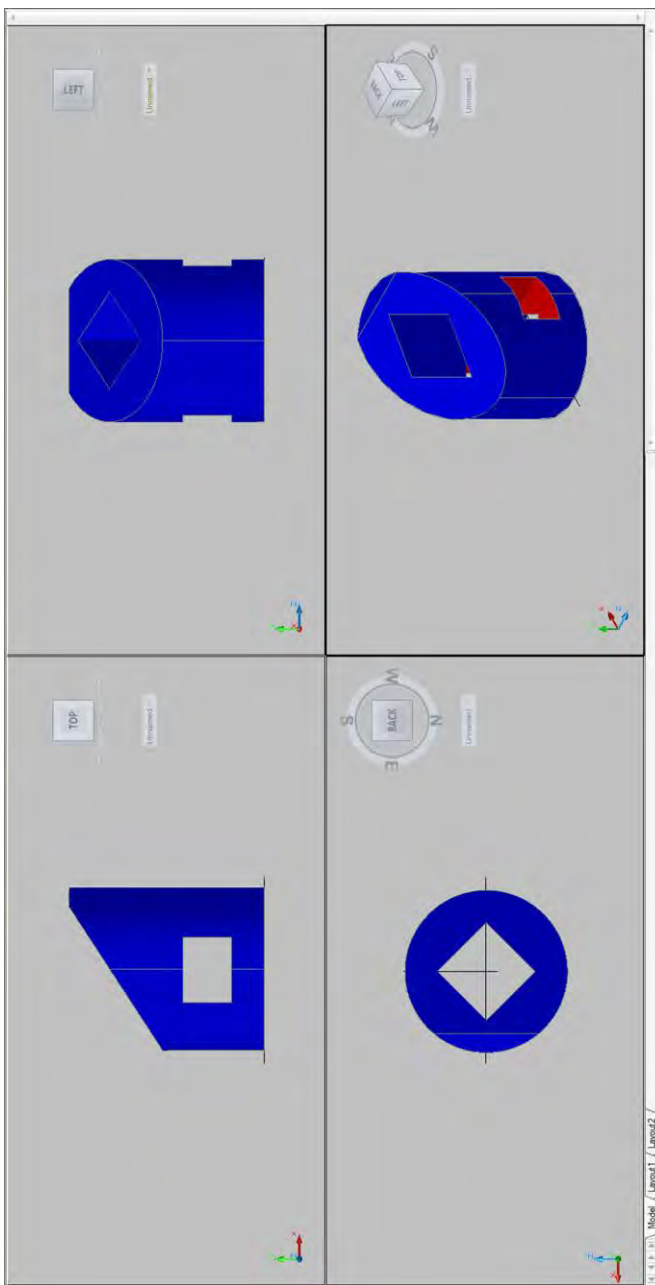

Рис. 5.9. Пример выполнения работы «Чертеж цилиндра»
- построение модели призмы или цилиндра с вырезами (пример – рис. 5.9);